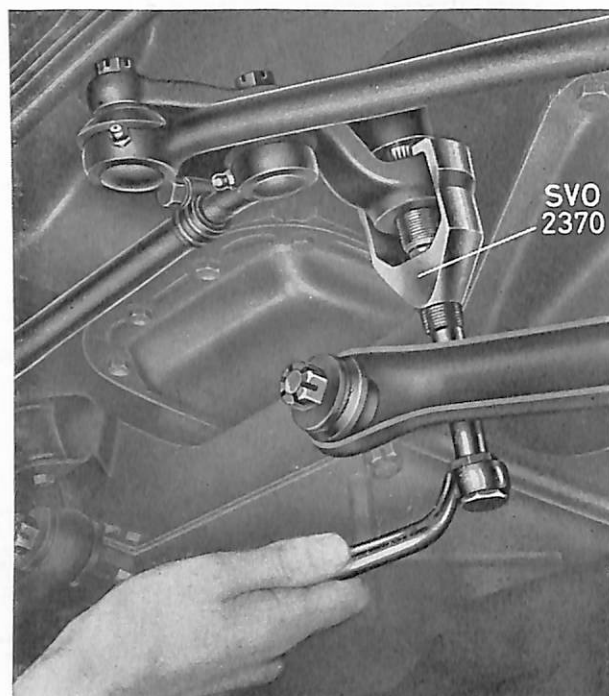

Bild 28. Demontering av pitmanarm
4. Skruva av muttern för pitmanarmen. Drag av pitmanarmen från styraxeln med avdragare SVO 2370 (bild 28).
Lyft upp framvagnen så att hjulen hänger fritt. Vrid rattaxeln till mittläget (räkna antalet varv). Sänk ned vagnen. Har vagnen rätt belastning skall hjulen nu stå rakt fram. Står hjulen ej rakt fram demonteras pitmanarmen från styraxeln. Använd avdragare SVO 2370 (bild 28). Ställ därefter vänstra hjulet rakt fram och montera åter pitmanarmen. Rattaxeln skall stå i mittläget. Drag muttern med ett moment av 13,5—16,5 kgm (100—120 ftlb).